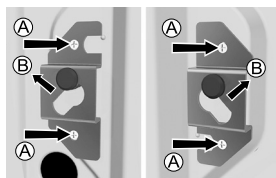

Abbildung 1
- Lösen Sie die Schrauben (A) auf der Hinterseite des Geräts (Abb. 1).
- Nehmen Sie die Winkelstücke (B) (Abb. 1) ab und klinken Sie diese in die Einkerbung auf der Verriegelungsstange ein (Abb. 2) - drehen Sie zuerst das rechte Winkelstück auf die andere Seite.